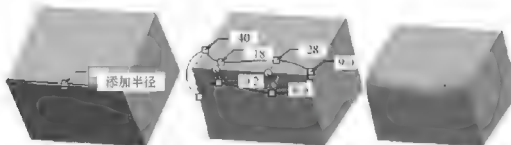

图 5.41 添加半径
**说明:** 在某一半径数字处或在控制柄上单击鼠标右键, 在弹出的菜单(图 5.41)中选择【添加半径】命令, 可以增加半径控制点。使用此方法还可以继续添加更多的控制柄, 并方便地调整控制点的位置及半径值。